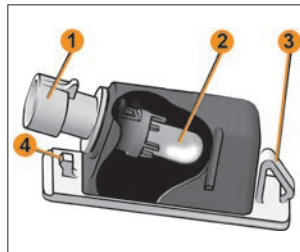

Рис. 17. Фонарь освещения номерного знака
Для замены лампы в фонаре снимите его с автомобиля. В посадочном гнезде фонарь удерживается пружинной защелкой **3** и фиксатором **4** (рис. 17).
– повернув патрон **1** (рис. 17) против часовой стрелки, выньте его в сборе с лампой из корпуса фонаря и извлеките лампу **2** (рис. 17), потянув ее на себя.
– воздействуя с левой стороны фонаря, например, лезвием ключа выключателя зажигания, аккуратно сдвиньте его вправо и выведите фиксатор **4** из зацепления (рис. 17);